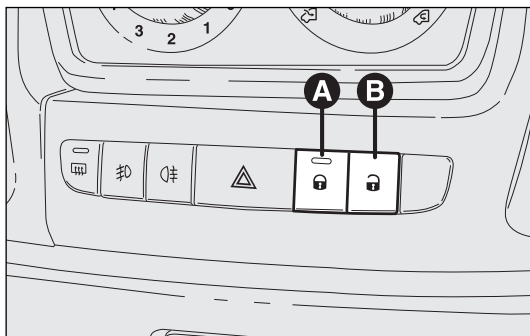

fig. 118
Si hay alguna puerta abierta después de pulsar el botón  del mando a distancia, los intermitentes y el led del botón presente en el botón A-fig. 118 parpadearán rápidamente durante unos 3 segundos. Cuando la función está activa los botones A y B fig. 118 están desactivados. Pulsando dos veces rápidamente el botón  en el mando a distancia se activa el dispositivo dead lock (ver el apartado “Dispositivo dead lock”).
Pulsar el botón A-fig. 118 para cerrar y el botón B para abrir las puertas. La apertura y el cierre son centralizados (puertas delanteras y traseras). Cuando las puertas están cerradas el led del botón A está encendido y al pulsar el botón B se abren en modo centralizado todas las puertas y se apaga el testigo. Cuando las puertas están abiertas el led está apagado y al pulsar el botón se cierran en modo centralizado todas las puertas. El bloqueo de las puertas se activa únicamente si todas las puertas están bien cerradas.
No podrán abrirse con el botón A-fig. 118 ubicado entre los mandos del salpicadero.
- ☐ los botones A-B fig. 118 de cierre/apertura
La activación del dispositivo se indica con 3 destellos de los intermitentes y el parpadeo del led del botón A-fig. 118 situado entre los mandos del salpicadero.